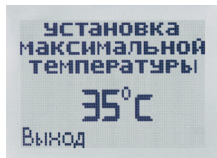

Рис. 41
- Установка максимальной температуры (рис. 41);
Для её изменения выберите пункт меню «Установка максимальной температуры» (рис. 41). Нажмите диск энкодера. Значение температуры при этом начнёт мигать. Вращая диск, установите необходимое значение температуры и зафиксируйте его нажатием. Нажмите «Выход» для возврата в меню «Настройки и ограничения».